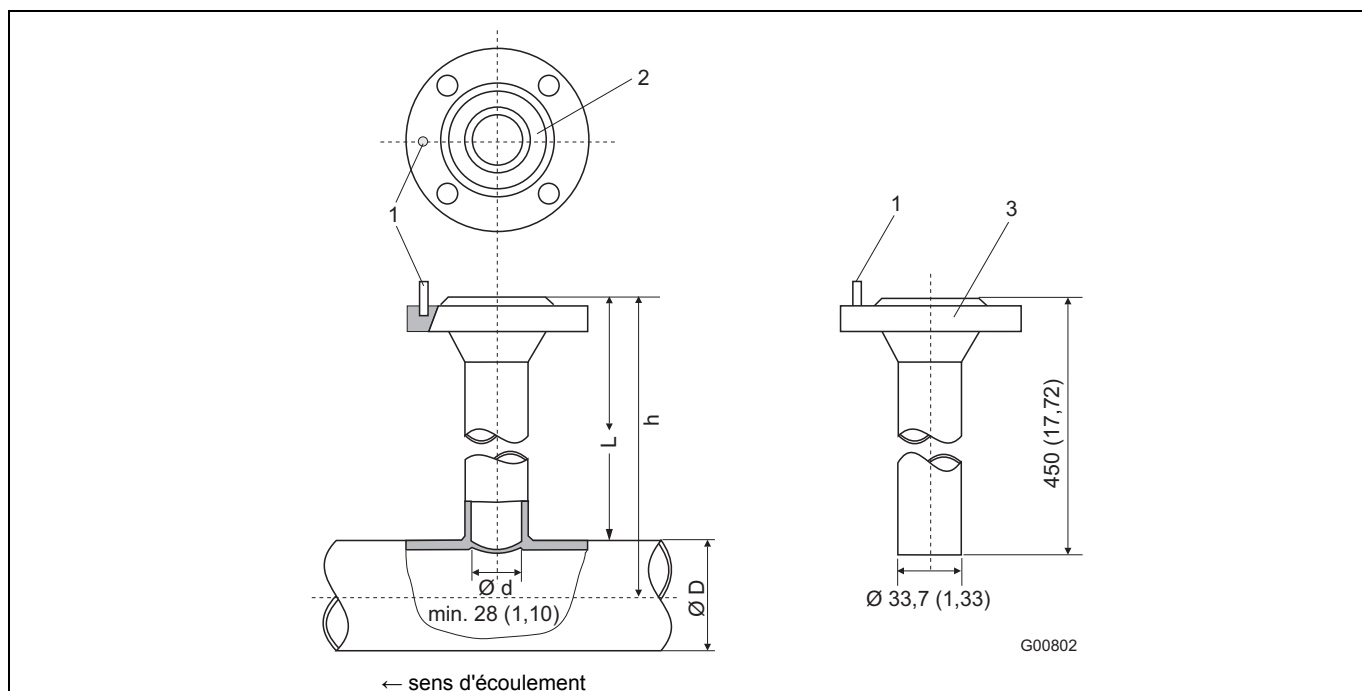
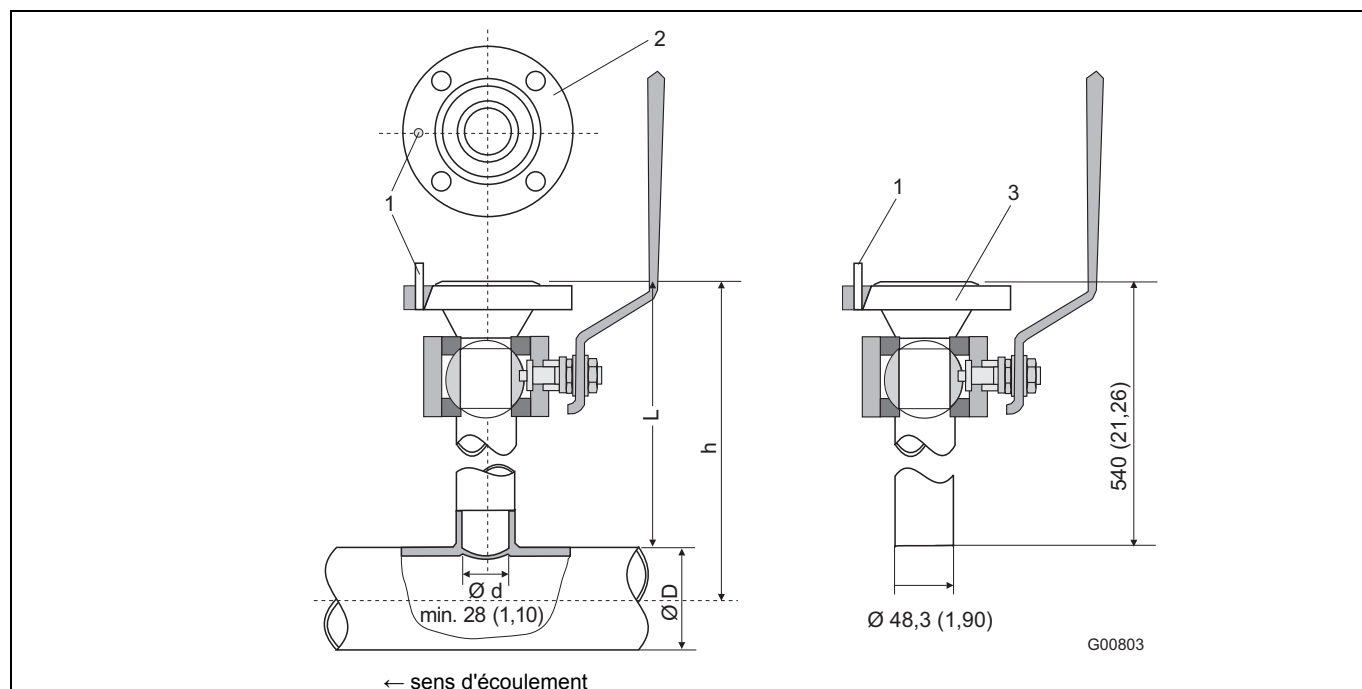

Fig. 7: Dimensions en mm (inch)
Fig. 8: Dimensions en mm (inch)
- 1 Après le soudage, l'adaptateur à souder doit présenter la longueur L (voir fig. 7 et fig. 8)